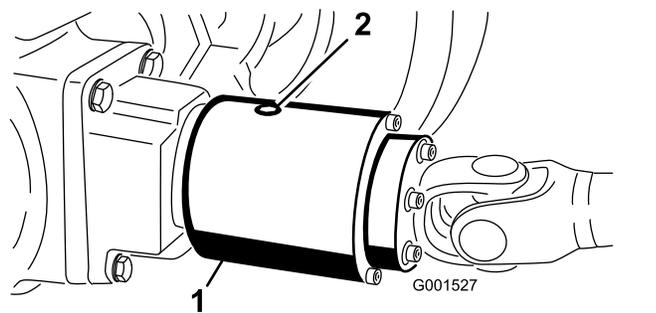

Рисунок 62
2. Поверните муфту (Рисунок 62) таким образом, чтобы контрольная пробка была в положении «4 часа».